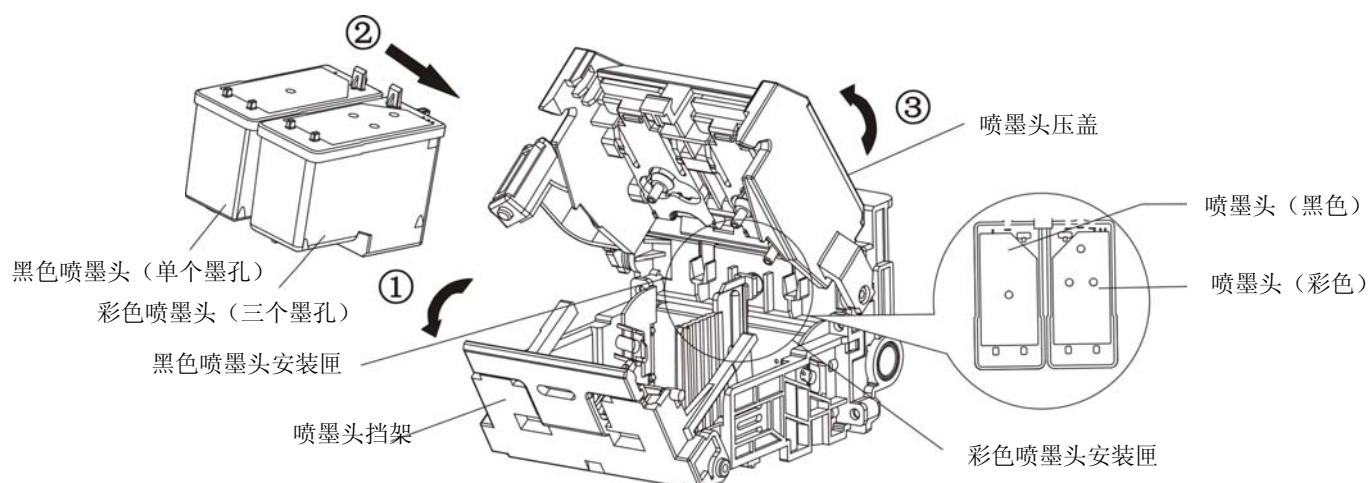

图 2-10 安装喷墨头
- ④ 将喷墨头安装在字车架上并确保按压到位，然后合上喷墨头压盖并稍用力向下按压，听到“咔”的一声响后，安装完成。（如图 2-10、2-11 所示）